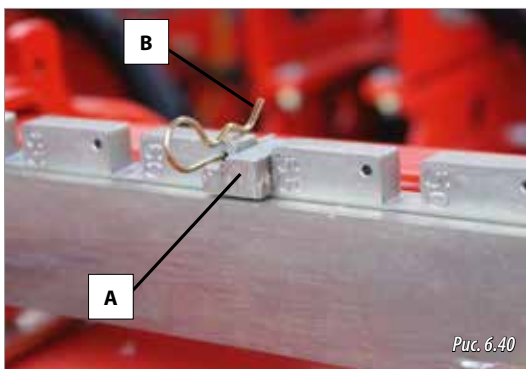

Рис. 6.40
- 2- Удалить шплинты (В, рис. 6.40) и ограничители открывания (А, рис. 6.40).